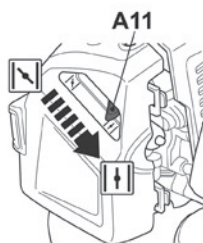

Fig. 35
- > Mueva el estrangulador (A11) hacia la derecha a la posición  para abrirlo (Fig. 35). Mueva el estrangulador a la posición  para arrancar en caliente y para el uso normal.